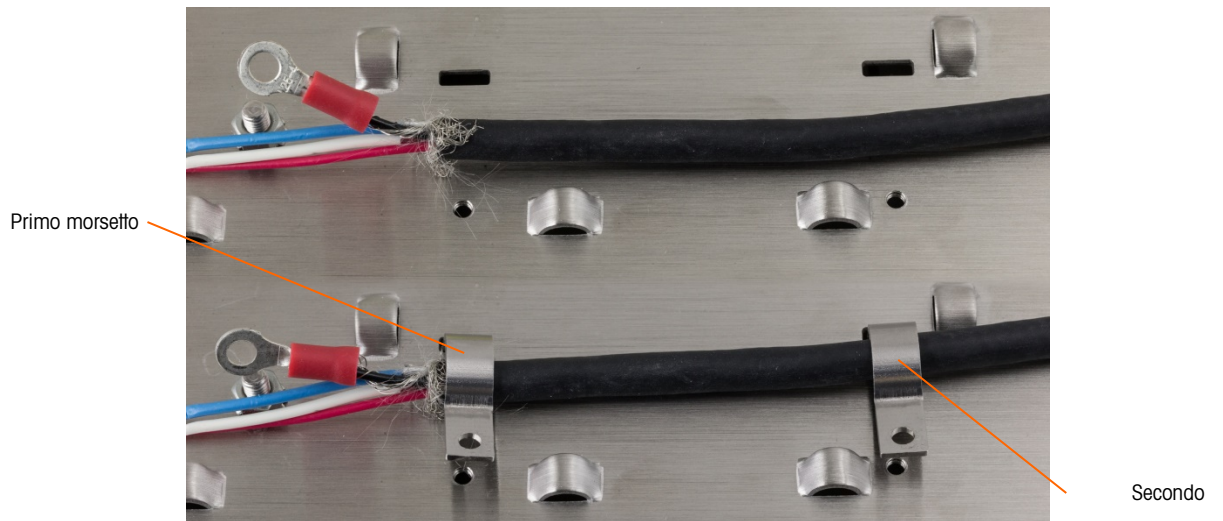

Figura 2-84: issaggio del cavo PowerMount - Pannello
5. Sistemare il cavo in posizione per il clampaggio, come mostrato in Figura 2-84. I fili piegati della schermatura devono essere posizionati al di sotto del primo morsetto per formare una connessione di terra allo chassis del terminale.